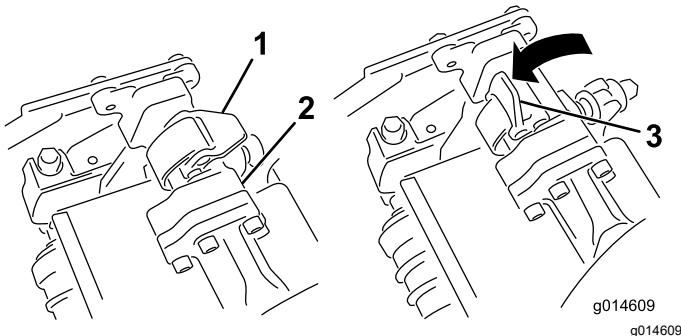

Figura 58
4. Con i fermi del braccio di sospensione rivolti verso l'alto (cioè aperti) (Figura 58), premete il braccio di sospensione verso il basso in modo che la barra si inserisca nella barra della parte superiore dell'apparato di taglio (Figura 59).
5. Chiudete i fermi spostandoli verso il basso e attorno alla barra dell'apparato di taglio, quindi bloccateli in posizione (Figura 58).
5. Aprite i fermi sulla barra del braccio di sospensione dell'apparato di taglio che state rimuovendo (Figura 58).